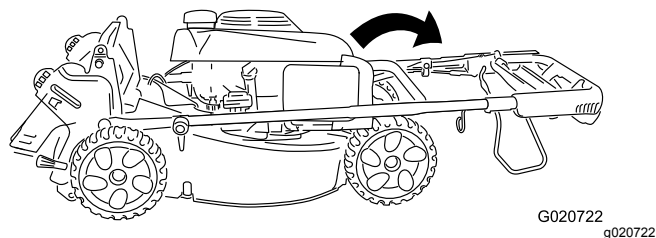

Figure 21
2. Faites pivoter tout le guidon en avant (Figure 21).